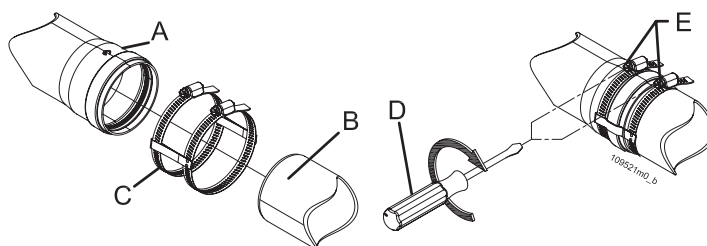

Figura 5-19 - Fissaggio dei condotti di scarico ed aspirazione
**ATTENZIONE!!! Assicurare meccanicamente gli incastri fra i vari elementi componenti il condotto di scarico e di aspirazione mediante l'utilizzo di sistemi di fissaggio o sistemi equivalenti (Figura 5-19).**